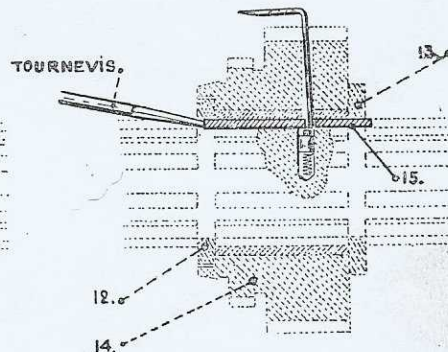

Fig. 17. — Démontage du pignon fou de 3^e
- Presser sur le bonhomme de verrouillage (11) à l'aide d'une broche de 1 mm, passant dans le trou aménagé entre les dents du pignon. (voir figure 17).
- Pousser la plaquette d'arrêt (15) vers l'arrière, afin de dégager la rondelle cannelée d'appui avant (12). Faire tourner cette rondelle pour permettre son coulisement sur les cannelures de l'arbre.
- Dégager le pignon (14) la rondelle d'appui AR (13) la plaquette (15) le bonhomme (11) et son ressort (16).